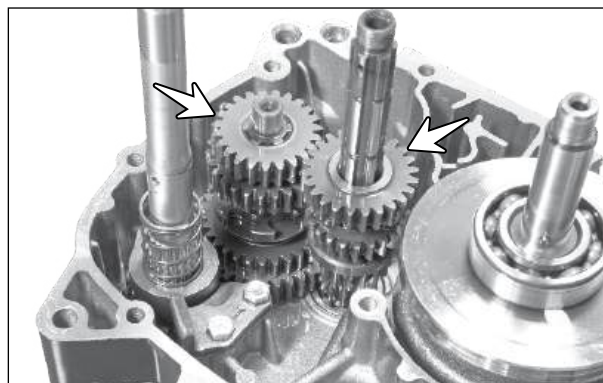

Fig. 3.170
- Instale o eixo da embreagem e o eixo de acionamento como um conjunto (setas) no conjunto da carcaça do motor do lado esquerdo. (Fig. 3.170)